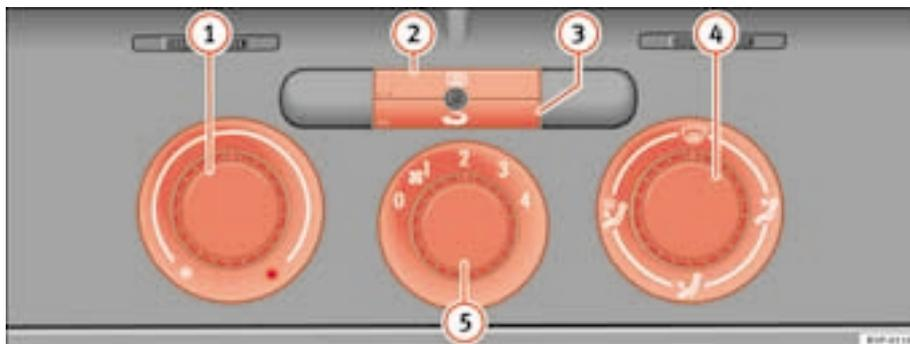

Fig. 121 Comandos do aquecimento no painel de instrumentos
- Com os reguladores ⇒ fig. 121 1 e 4 e com o interruptor 5 é ajustada a temperatura, a distribuição do ar e o nível do ventilador.